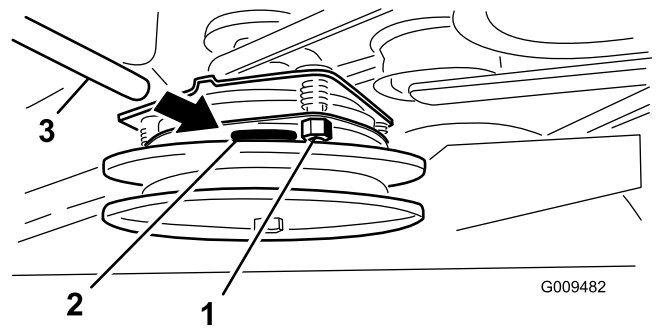

Figura 58
2. Si no es correcto, ajústelo a 0,381 mm en cada una de las tres posiciones de la ranura de ajuste. Apriete las contratuercas hasta fijar ligeramente la galga pero dejando que ésta se pueda mover con facilidad en la separación (Figura 58).